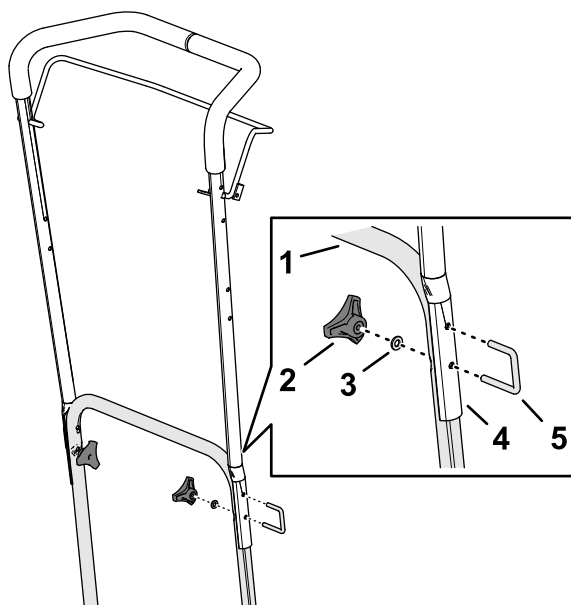

**Figura 8**
1. Alinhe os furos na pega superior com os furos da pega inferior Figura 8.